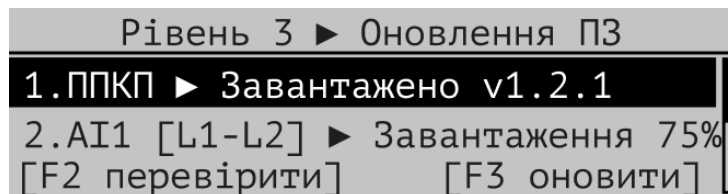

Рисунок 11.4.3 – Приклад вікна «Вбудоване ПЗ»
- 5) в розділі меню «Вбудоване ПЗ» за допомогою кнопок   вибрати пункт «ППКП» або «AI» та натиснути кнопку **[F3]** (див. Рис. 11.4.3).
5) в розділі меню «Вбудоване ПЗ» за допомогою кнопок   вибрати пункт «ППКП» або «АІ» та натиснути кнопку **[F2]**, щоб зробити запит на перевірку наявності нової версії на Tiras CLOUD II (див. Рис. 11.4.3).
При виборі пункту «ППКП» або «АІ» на дисплеї ППКП з'являється повідомлення зі статусом прогресу завантаження ВПЗ (див. Рис. 11.4.3).